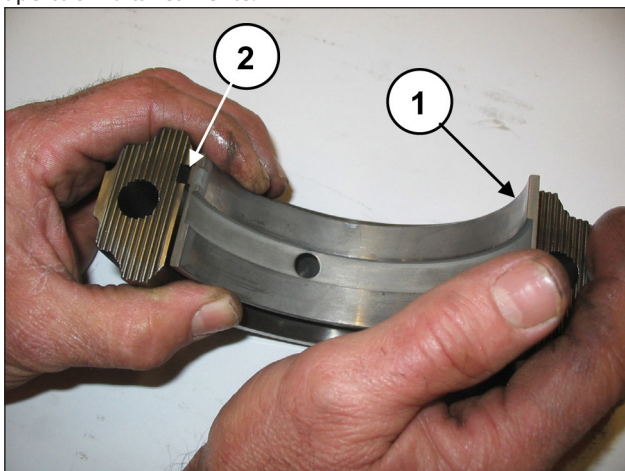

Fig. 58
Aplique os semi-rolamentos inferiores aos chapéus (pos. ①, Fig. 58), certificando-se que a lingueta de referência dos semi-rolamentos esteja posicionada na caixa sobre o chapéu (pos. ②, Fig. 58).